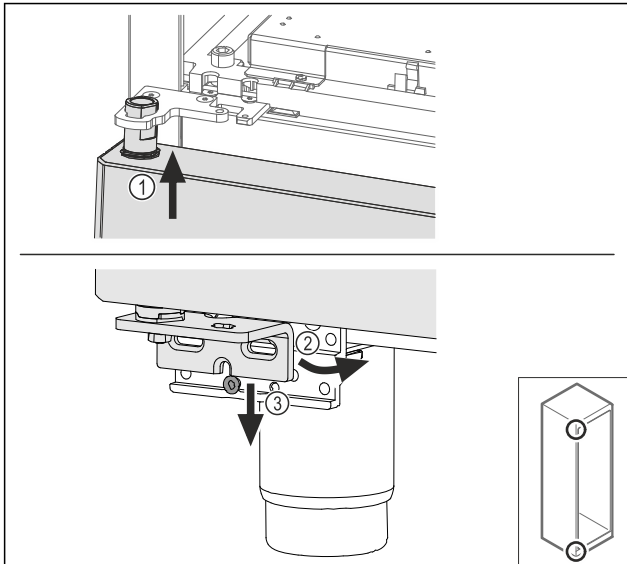

Fig. 68
- Lehce naklopená dvířka zasuňte nahoře Fig. 68 (1), dvířka narovnejte Fig. 68 (2) a nasadte je dole na šroub stojanu ložiska Fig. 68 (3).